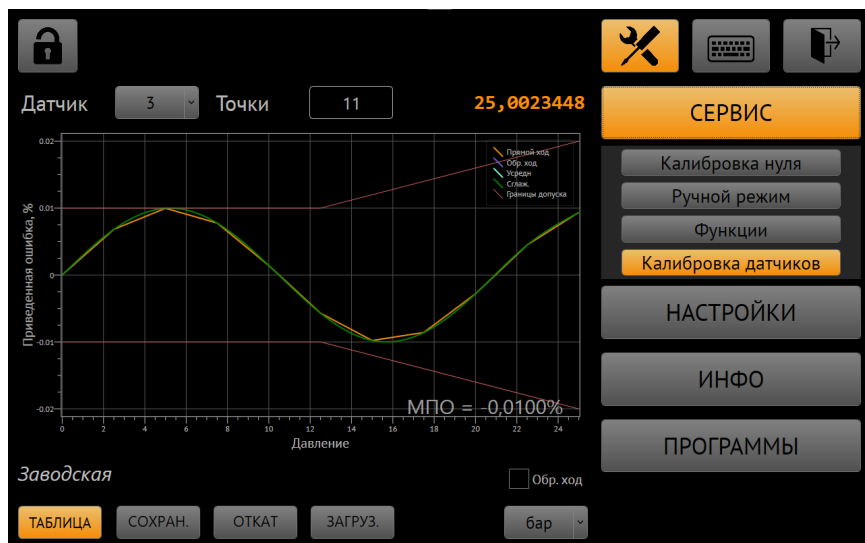

Рис. 13. Графики калибровки датчиков
7.8.2.4 Для просмотра графика приведенной ошибки нажать кнопку **ГРАФИК** (Рис. 13).